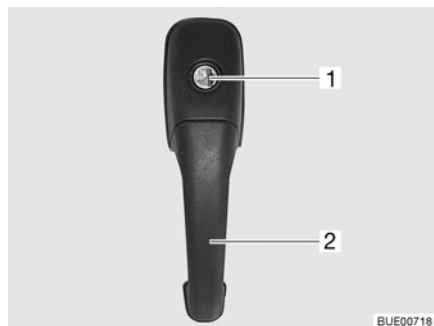

Fig. 32 Cerradura de la puerta de entrada, en el exterior
- Introducir la llave en el cilindro de cierre (Fig. 32,1) y girarla hasta que esté desbloqueada la cerradura de la puerta.
- Tirar del tirador de la puerta (Fig. 32,2). La puerta está abierta.
- Introducir la llave en el cilindro de cierre (Fig. 32,1) y girarla hasta que esté bloqueada la cerradura de la puerta.